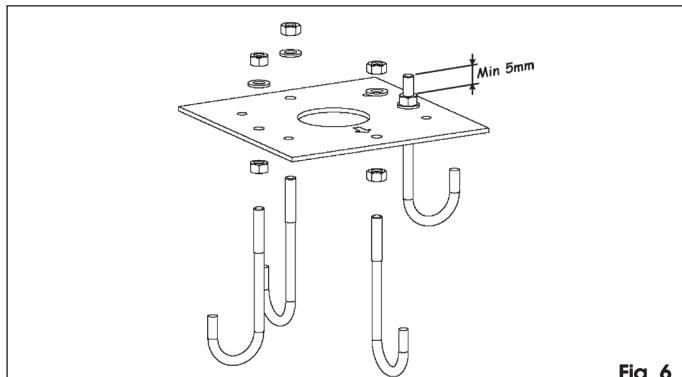

Fig. 6
- Assembler la plaque de fondation d'après la Fig. 6.